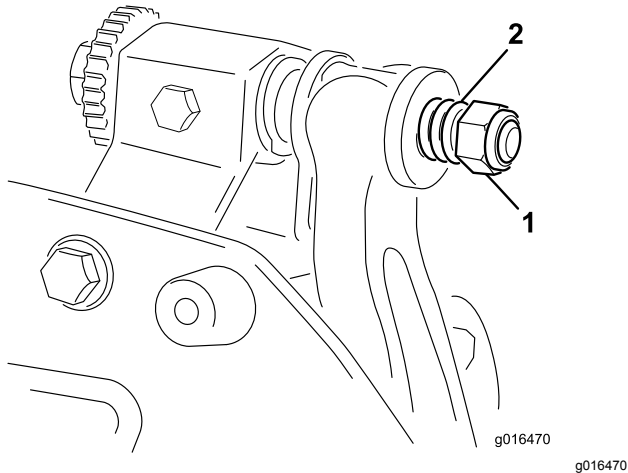

Bild 23
- Ziehen Sie die Federspannungsmutter an, bis die Feder zusammengedrückt ist, drehen Sie sie dann eine 1/2 Umdrehung heraus (Bild 23).